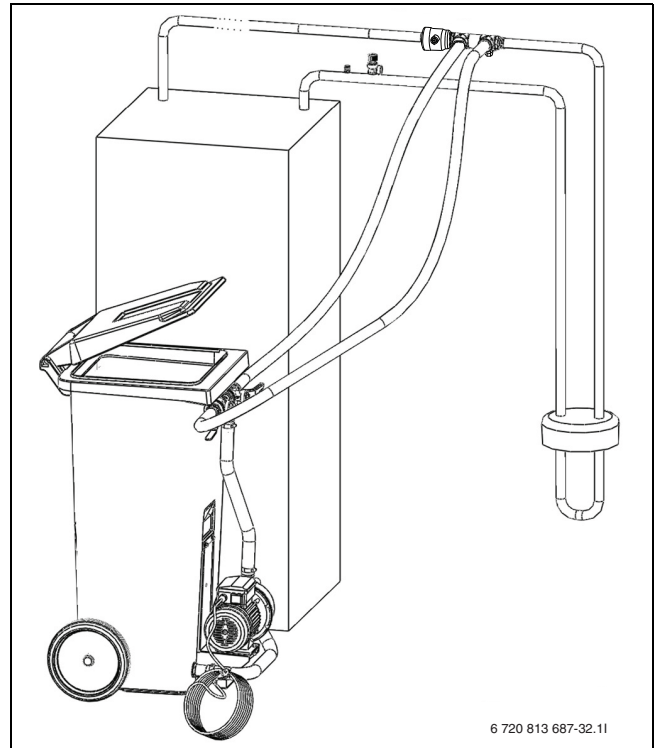

Bild 17 Befüllen mit Befüllstation
- ▶ Zwischen Befüllstation und Befüleinrichtung zwei Schläuche anschließen (→ Abb. 17).